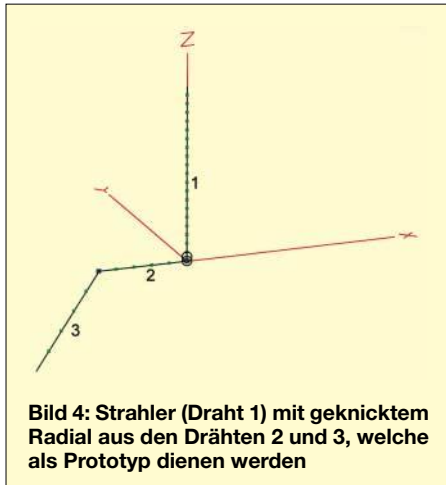

Bild 4: Strahler (Draht 1) mit geknicktem Radial aus den Drähten 2 und 3, welche als Prototyp dienen werden
Bild 4 zeigt die Anordnung mit dem Radial-Prototyp, dies ist die Datei (4)Vert1Winkelrad(a).ez. Nach Aufruf der automatischen Radialerzeugung ist als erster Draht (first wire in group) der zu vervielfältigenden Drähte Draht 2 zu nennen, dann als Letzter Draht 3 (last wire in group). Als Gesamtzahl wählen wir dieses Mal 9.
Dass es nicht immer so einfach klappt mit der automatischen Radialerzeugung und dass dabei auch gewisse Regeln einzuhalten sind, soll das nächste Beispiel zeigen. Drähte 1 und 2 wie in Bild 4 gezeigt, Draht 3 von End 1 x/y/z = -1,3/0/0 nach End 2 -2,6/0/-0,3 und Draht 4 von End 1 x/y/z = -1,3/0/0 nach End 2 -2,6/0/-0,6.